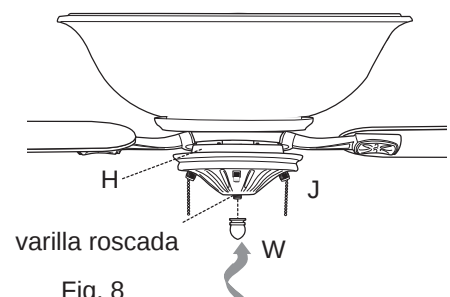

Fig. 8
8. Alinee la varilla roscada de la placa de la caja del interruptor (H) con el agujero en la parte inferior de la caja del interruptor (J) y empuje hacia arriba. Sujete el adorno con rosca (W) que se quitó en el paso más arriba. Asegúrese de que se apretó bien el adorno con rosca (W). [Fig. 8]